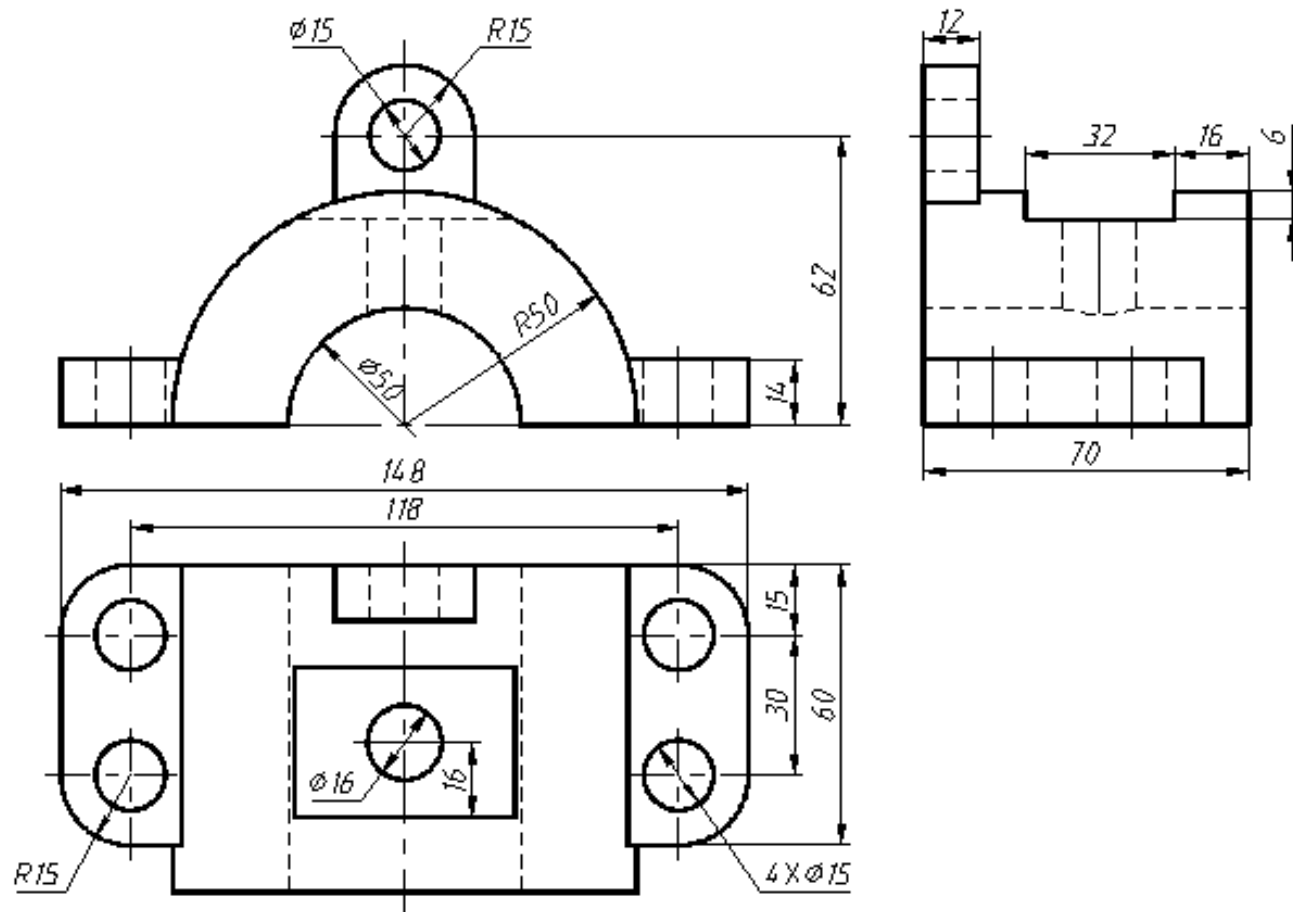

图 3-34 组合体三视图
2. 绘制如图 3-34 所示的组合体三视图，并绘制图框和标题栏。